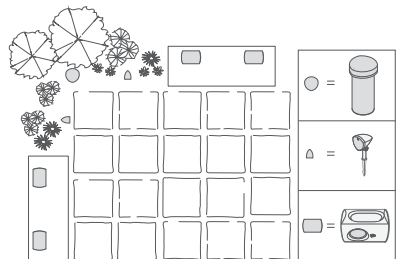

Figura 3
- Combinado con altavoces para exteriores bajo el alero de la serie AW de Definitive Technology (ver figura 3)